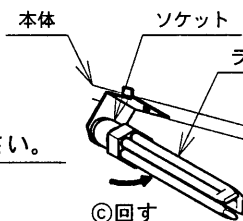

図2
- ②ランプをソケットから図2、3の手順で外してください。
- ③ランプ口金部を持って左側へ約15°回してください。（図2③参照）